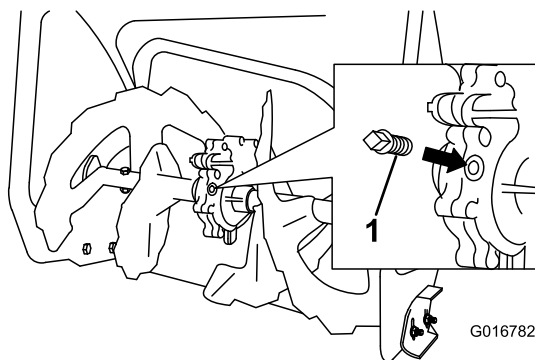

Figure 32
2. Nettoyez la surface autour du bouchon de tuyau (Figure 32).